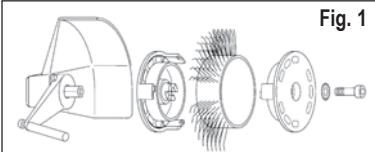
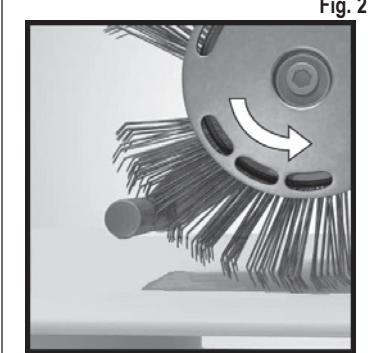

Fig. 1
Fig. 2
- Interrompere l'alimentazione dell'aria compressa e poi fissare all'utensile il nastro **MBX® Bristle Blaster®** da 23 mm o da 11 mm in modo appropriato con il rispettivo sistema di supporto (fare attenzione al senso di rotazione) e la prevista vite e rosetta elastica dentata a ventaglio. Vd. Fig. 1 e Fig. 2
- State utilizzando un nastro **MBX®** nel senso di rotazione errato? – Orientate il nastro spazzole in modo tale che scorra nella direzione prevista (vd. Cap. 7, Messa in funzione, Fig. 2).